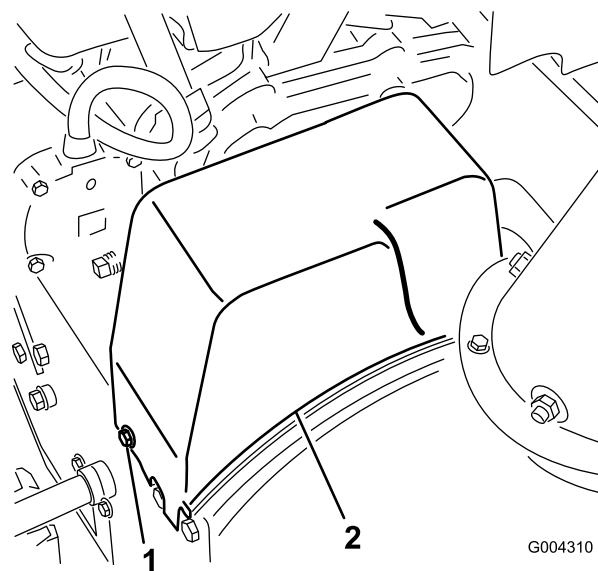

Рисунок 30
- Выверните 2 болта с фланцевыми головками, которые удерживают крышку ремня, и сдвиньте крышку в сторону (Рисунок 30).
1. Выверните 2 болта с фланцевыми головками, которые удерживают крышку ремня, и сдвиньте крышку в сторону (Рисунок 30).